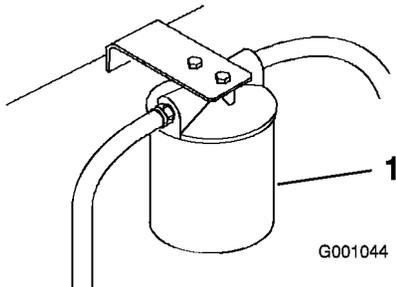

Figure 67
- Placez un bac de vidange sous le filtre, déposez le filtre usagé et essuyez la surface du joint de l'adaptateur (Figure 67).